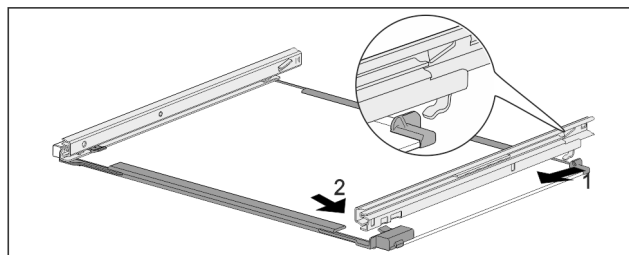

Fig. 181 Placa de sticlă cu șine
- Agățați șina în partea din spate. Fig. 181 (1)
- Înclicetați șina în partea din față. Fig. 181 (2)